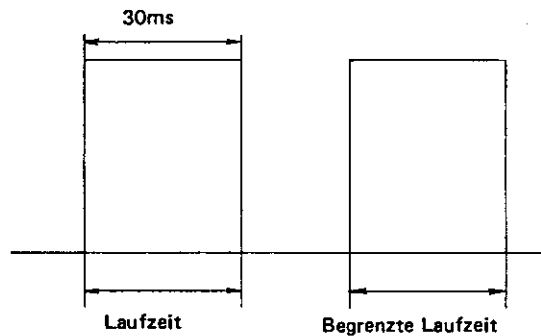

Abb. 3-6
6. VR425 so einstellen, daß die Stomzufuhrzeit entsprechend Abb. 3-6 bei 30ms +/- 1ms liegt.